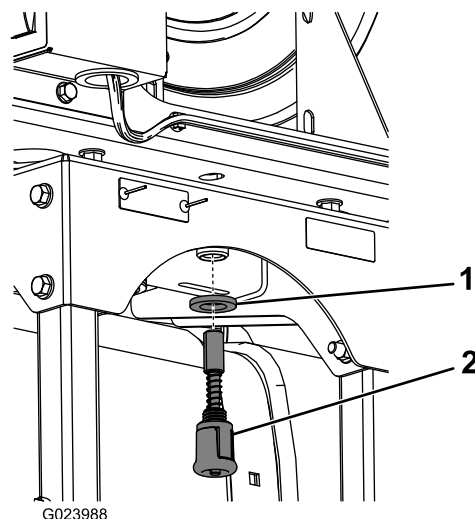

Рисунок 8
8. Установите большую шайбу и пружинный штифт на нижнюю поверхность рамы шлангового барабана (Рисунок 8).